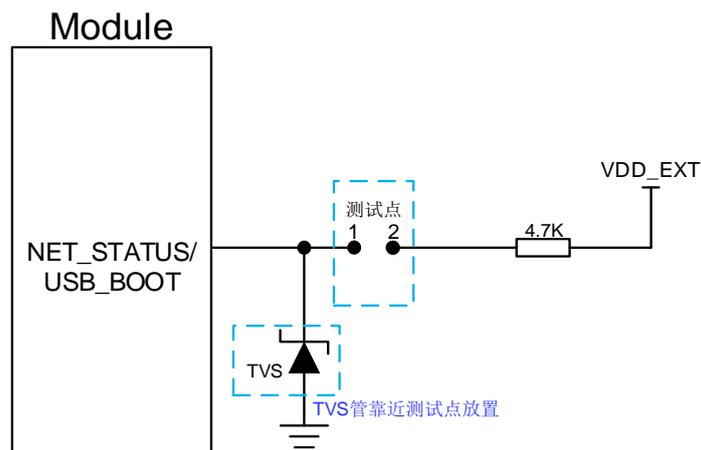

图 28: USB\_BOOT 接口参考设计电路
2. 使用 MCU 控制模块进入强紧急载模式时需按照如上时序图进行控制，手动强制下载方式按照图 28 所示短接测试点即可。